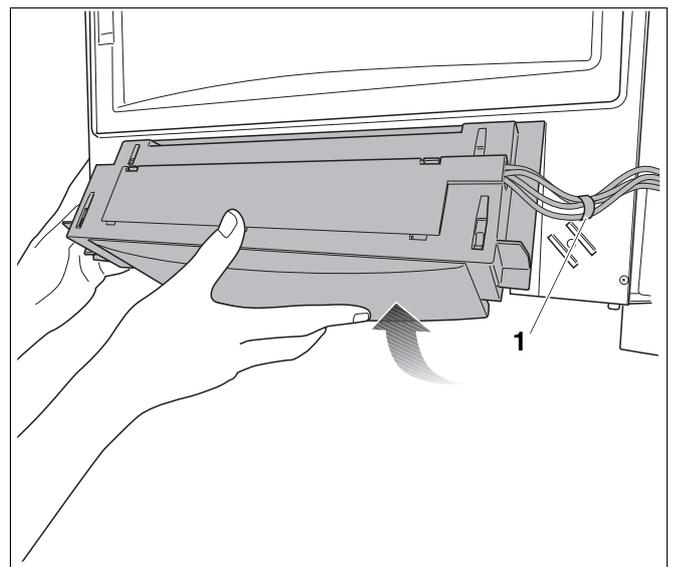

Fig. 126 Rimuovere il pannello di servizio
- Allentare la fascetta serracavi (fig. 126, **pos. 1**).
- Rimuovere la fascetta serracavi (fig. 126).